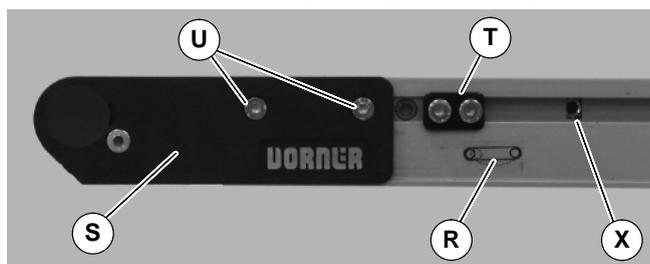

Abbildung 37
1. Am Spannende des Förderbandes, das mit einem  Etikett gekennzeichnet ist (R siehe Abbildung 37), vordere Deckplattengruppe anpassen (S): Zu beiden Seiten des Förderbandes die Befestigungsschrauben lösen (U) und das Ritzel drehen (X), um die vordere Deckplattengruppe anzupassen.
- Die vordere Deckplattengruppe so anpassen, dass das Ende des Förderbandrahmens mit der ersten Spanmarkierung ausgerichtet ist (BR siehe Abbildung 38). Die Befestigungsschrauben (U siehe Abbildung 37) zu beiden Seiten des Förderbandes mit 7 Nm festziehen.
- Falls mit Spurführungsnocken ausgestattet (T siehe Abbildung 37), gegen die vorderen Deckplatten neu positionieren und Spurführung anpassen. Siehe „Spannen des Gurtes“ auf Seite 16.